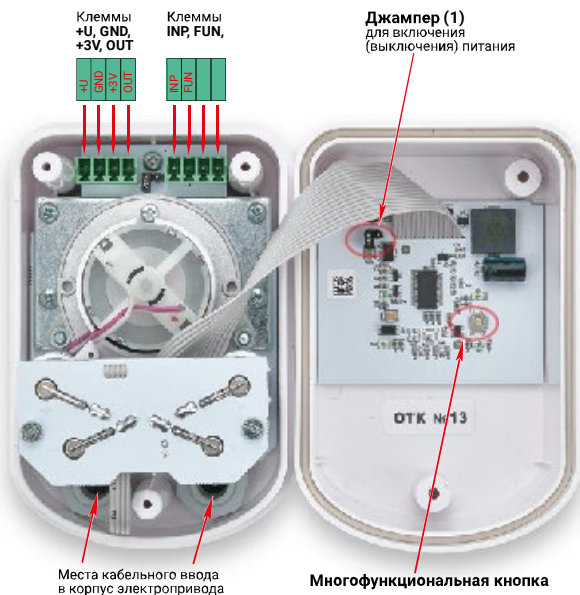

Рисунок 4. Электропривод со снятой крышкой.
- 4) Подключите провода от кабелей в соответствующие винтовые зажимы разъемных клеммных соединений согласно их назначению согласно Рис.4.
- 5) Подайте питание на электропривод замкнув джампером контакты на плате с внутренней стороны крышки электропривода Рис.4.
Добавление новых радиодатчиков или радиопультов в память электропривода возможно двумя способами – при помощи многофункциональной кнопки внутри корпуса электропривода (см. рис.4) или через мобильное приложение Smart Life.
Для перевода электропривода Gidrolock Winner в режим сопряжения внутри корпуса на плате расположена многофункциональная кнопка (см рис.4, указана красной стрелкой). При нажатии и удержании кнопки зуммер будет раз в секунду подавать звуковые сигналы, соответствующие одному из трёх режимов, в которые можно перевести устройство. Смена режимов происходит последовательно приблизительно через каждые 5 секунд.
Удаление всех кодов радиодатчиков и пультов из памяти контроллера электропривода возможно только в ручном режиме при помощи многофункциональной кнопки на внутренней стороне корпуса электропривода *Gidrolock Winner* (рис.4).
Для перевода крана шарового с электроприводом Gidrolock Winner моделей Wi-Fi и Zigbee в режим сопряжения с мобильным приложением Smart Life нажмите и удерживайте multifunctional кнопку на внутренней стороне крышки электропривода до момента, когда начнут поступать двойные сигналы (рис.4).